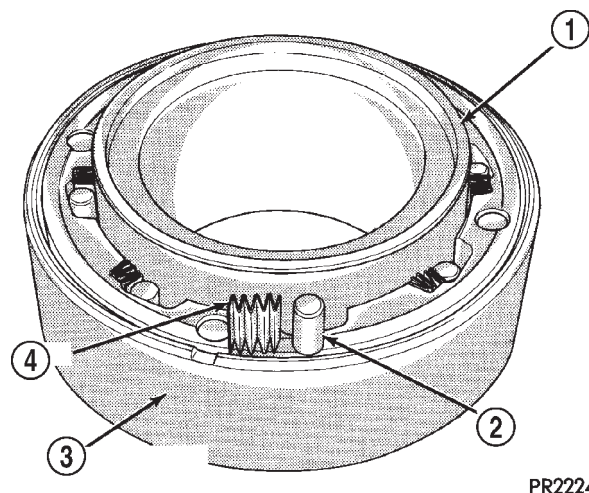

Fig. 47 Instale los rodillos y los muelles del acoplamiento de rueda libre
(3) Ensamble la herramienta L-4440 en el acoplamiento de rueda libre como muestra la (Fig. 47).